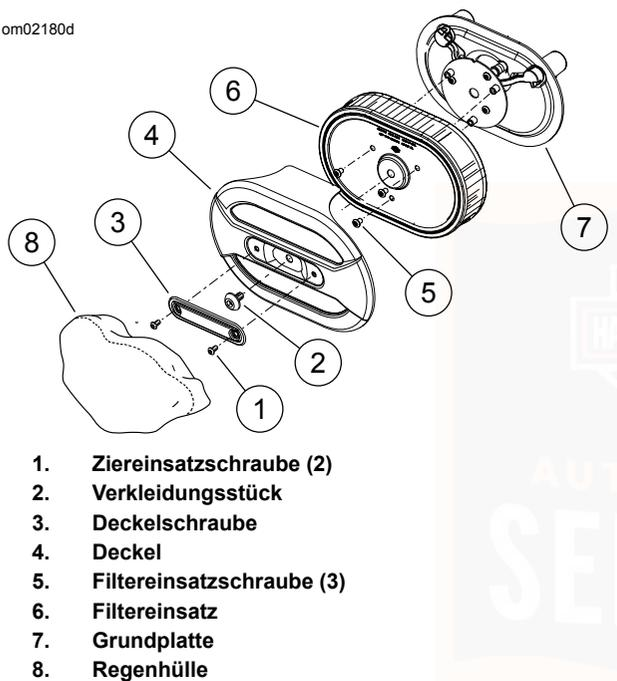

Abbildung 59. Baugruppe Luftfiltergehäuse: 103 High Output
Siehe Abbildung 59. Unter feuchten Bedingungen oder bei Regenwetter kann Wasser in den Motor eindringen, da der
1. Siehe Abbildung 59. Zwei Schrauben (1) entfernen. Zierring (2) entfernen.
2. Die Schraube (3) entfernen, um die Abdeckung (4) zu lösen. Die Abdeckung entfernen.
3. Drei Schrauben (5) entfernen, um den Filtereinsatz (6) zu lösen. Den Luftfiltereinsatz entfernen.
1. Siehe Abbildung 59. Den Filtereinsatz (6) auf die Grundplatte (7) setzen.
2. Die Luftfiltereinsatzschrauben (5) einbauen. Auf folgendes Drehmoment anziehen: 6,2–6,8 N·m (55–60 **in-lbs**).
3. Die Luftfilterabdeckung (4) auf der Grundplatte anbringen. LOCTITE 243 (blau) auf das Schraubengewinde auftragen. Auf folgendes Drehmoment anziehen: 4–6,8 N·m (36–60 **in-lbs**).
4. Ziereinsatz (2) anbringen. Die Verkleidungsstückschrauben (1) anbringen. Auf folgendes Drehmoment anziehen: 3,1–3,6 N·m (27–32 **in-lbs**).